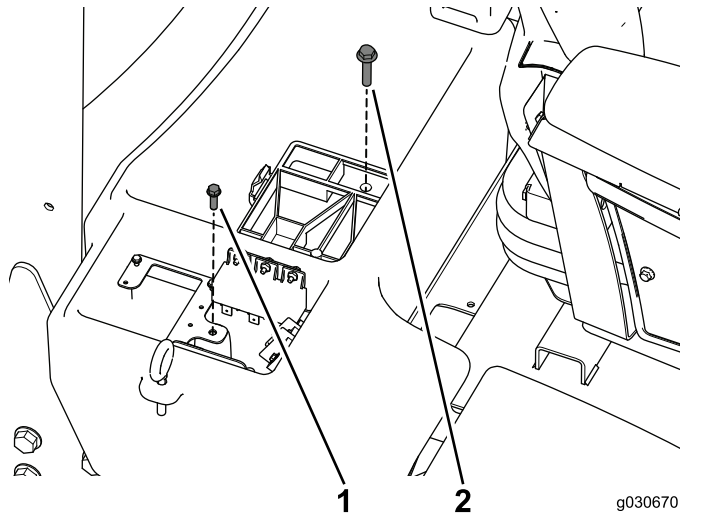

Bild 5
4. Entfernen und bewahren Sie die Schraube auf, mit der die Verstärkungsplatte befestigt ist, und die Schraube, mit der das Batteriefach befestigt ist (Bild 5).